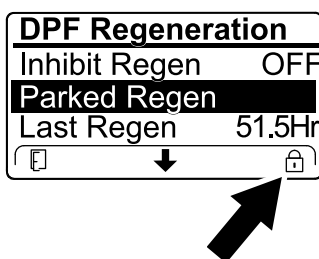

Рисунок 53
- Если компьютер двигателя запрашивает или выполняет восстановительную регенерацию, а вы перейдете вниз к опции PARKED REGEN (СТАЦИОНАРНАЯ РЕГЕНЕРАЦИЯ), стационарная регенерация будет заблокирована и в нижнем правом углу дисплея инфо-центра появится значок «Замок» (Рисунок 53).